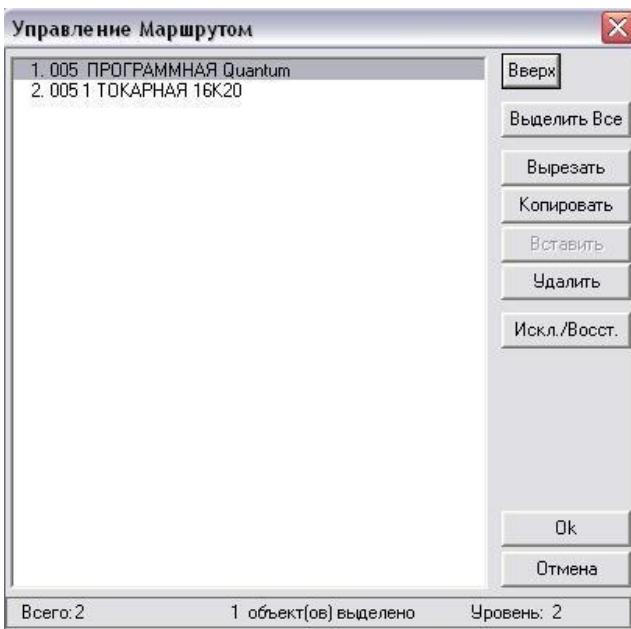

Рисунок 6. Окно «Управление Маршрутом», уровень операций
8. В этом окне нажмите кнопку «Вверх», в окне появятся созданные нами операции (рис. 6).
11. Укажите курсором мышки на строчку «**ПРОГРАММНАЯ Quantum**» (рис. 6), строка изменит цвет.
1. Перейдите на верхний уровень «**Технологический процесс ...**», наведя на него курсор мыши, и нажмите правую кнопку мыши. Появиться вспомогательное меню (рис. 6).